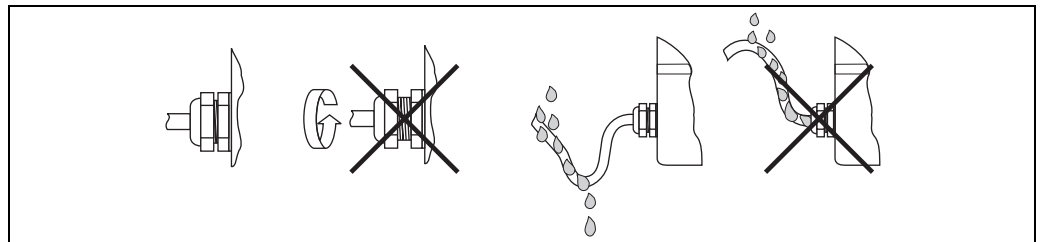

Abb. 8: Anschlusshinweise zur Einhaltung der Schutzart IP 67
- Kabeleinführung fest anziehen (→ Abb. 8).
- Kabel vor der Kabeleinführung in einer Schlaufe verlegen ("Wassersack", → Abb. 8). Auftretende Feuchtigkeit kann so nicht zur Einführung gelangen. Montieren Sie das Messgerät möglichst so, dass die Kabeleinführungen nicht nach oben gerichtet sind.